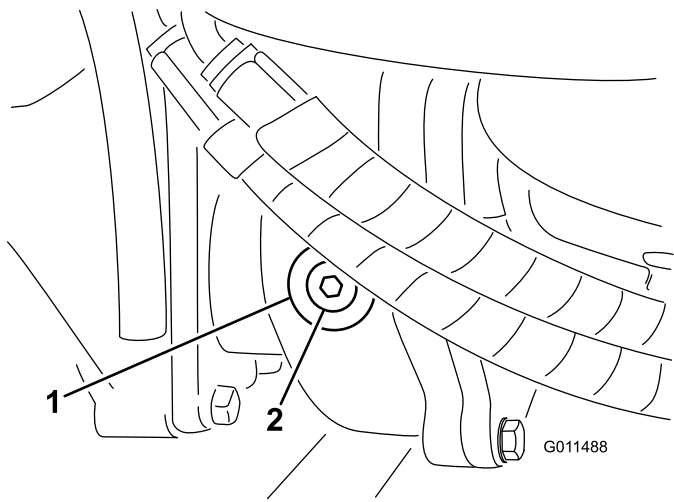

Figura 95
2. Retire el tapón de verificación/llenado del lado izquierdo de la caja de engranajes y asegúrese de que el lubricante llega al borde inferior del orificio (Figura 95).